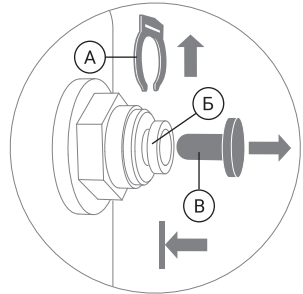

Рис. 2
1. Удалите стопорную клипсу (А). Удерживая цанговое кольцо (Б) прижатым к основанию фитинга, аккуратно извлеките заглушку (В) (рис. 2).